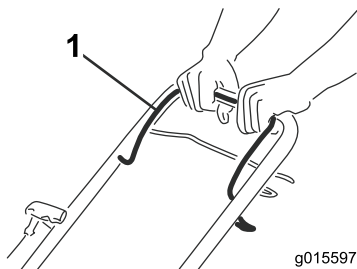

Figura 16
1. Sujete la barra de control de la cuchilla (Figura 16) contra el manillar.